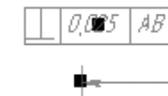

Рис. 4.114. Пример выделения знака обозначения допуска формы поверхности с характерными точками
- щелкните мышью на редактируемом знаке обозначения допуска формы поверхности. Он выделится зеленым цветом с характерными точками. Пример такого выделения знака обозначения допуска формы поверхности показан на рис. 4.114.